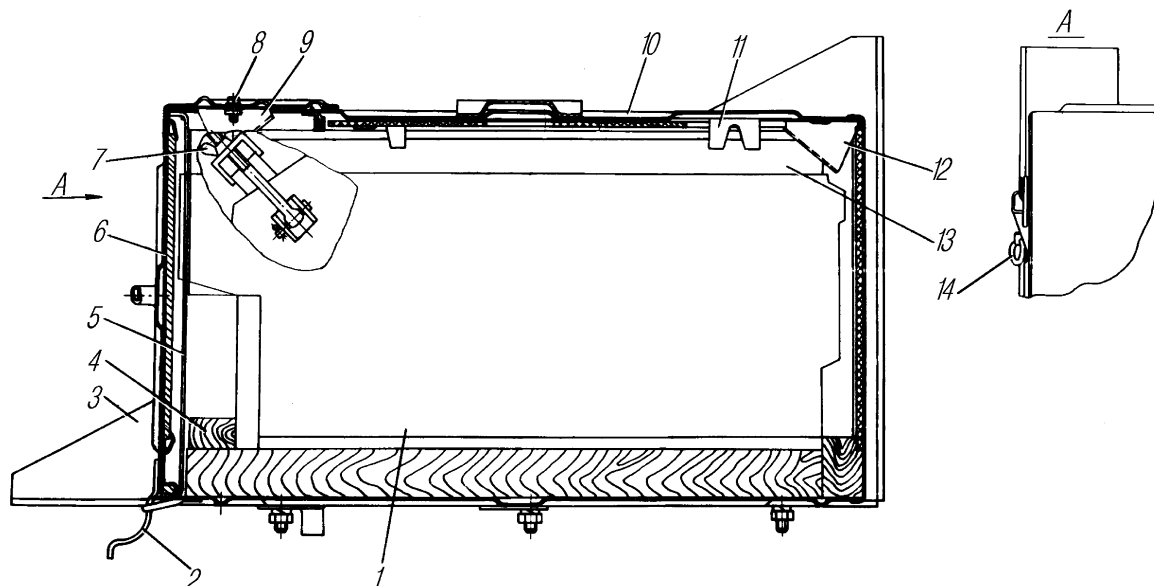

Рис. 23. Установка аккумуляторных батарей:
**Крепление аккумуляторных батарей.** Аккумуляторные батареи 1 (рис. 23) установлены в контейнере 10 на двух боковых и средней опорах. Батареи после их установки в контейнер крепятся двумя верхними прижимами 13 и передним упором 4. Верхние прижимы 13 фиксируются передними 9 и задними 12 клиновыми упорами. Передние клиновые упоры 9 выполнены регулируемые и закреплены на крышке 6 контейнера болтами 8. Задний упор 12 приварен в верхней задней части контейнера 10. На верхней панели контейнера 10 приварены направляющие 11 для правильной установки прижима 13 относительно упоров 9 и 12.